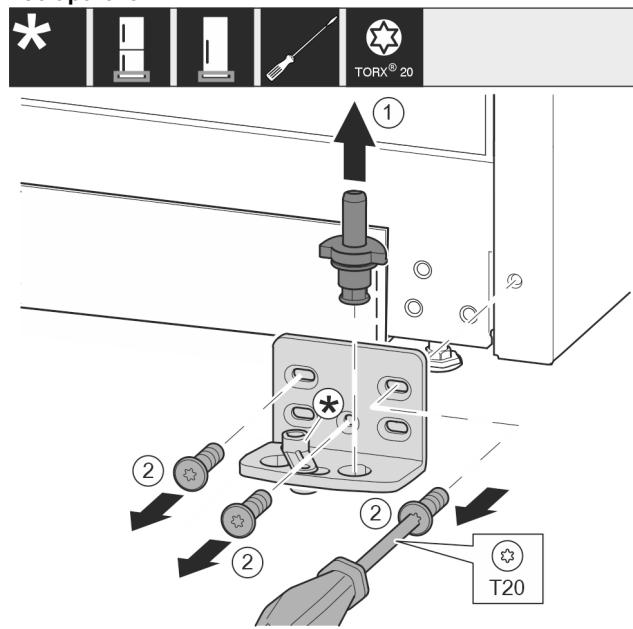

Fig. 11
- ▶ Ležajni sornik v celoti izvlecite navzgor. Fig. 11 (1)
- ▶ Vijke odvijte z izvijačem T20 in snemite ležajni podstavek. Fig. 11 (2)